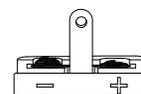
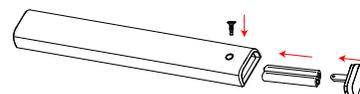

Figure 1
Figure 2
3. Mettez en place les piles tel qu'indiqué sur le schéma dans le compartiment à pile (Figure 2). Tenez compte de la polarité au moyen des symboles négatif et positif sur le couvercle (Figure 1). Replacez le couvercle et resserrez la vis, puis testez la télécommande pour vérifier son bon fonctionnement.